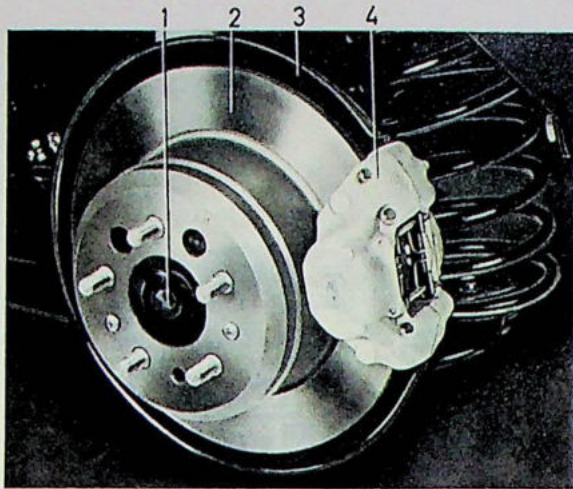
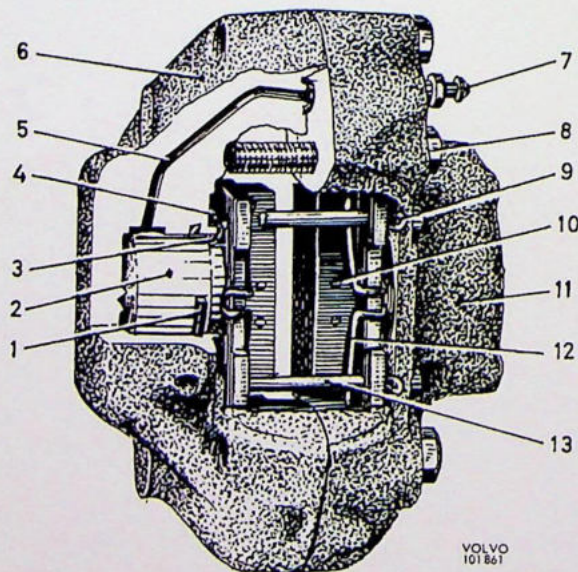

Fig. 5-9. Remdelen, achterwiel
Fig. 5-10. Achterwielremjuk
Fig. 5-9 laat de plaats van de remdelen bij de achterwielen zien. De remschijf (2) is van gietijzer en is bevestigd aan de aandrijfias, waarmee hij meedraait. De beschermplaat (3) voorkomt, dat vuil de remschijf bereikt. Aan het achterashuis bevestigd door middel van een steun, bevindt zich een inrichting, die hierna achterwielremjuk genoemd zal worden, bevattende de wielremcilinders en de remblokken. Dit remjuk bestaat uit een huis uit twee helften (6 en 11, Fig. 5-10), die bij elkaar worden gehouden door middel van bouten en aan beide zijden van de remschijf gelegen zijn. Elke helft bevat een zuiger en een cilinder die door middel van een kanaal in het huis verbonden zijn. De oliekeerringen (1) hebben een vierkante doorsnede en drukken tegen de zuiger vanuit de enigszins schuinstaande groef in het huis. De taak van de oliekeerringen is gedeeltelijk het voorkomen van het uitsijpelen van remvloeistof en gedeeltelijk het terugbrengen van de zuigers in de